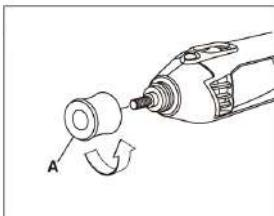

Рис. 3
1. Открутите против часовой стрелки защитный колпачок «A» (рис. 3).